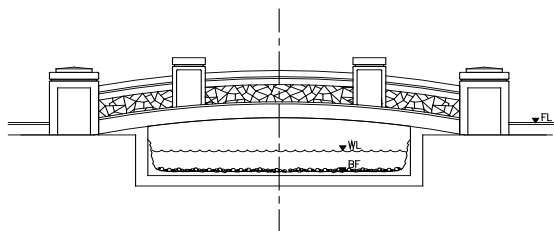

图 3-82 修剪线段
- 10 调用TR（修剪）命令，修剪线段如图 3-82 所示。